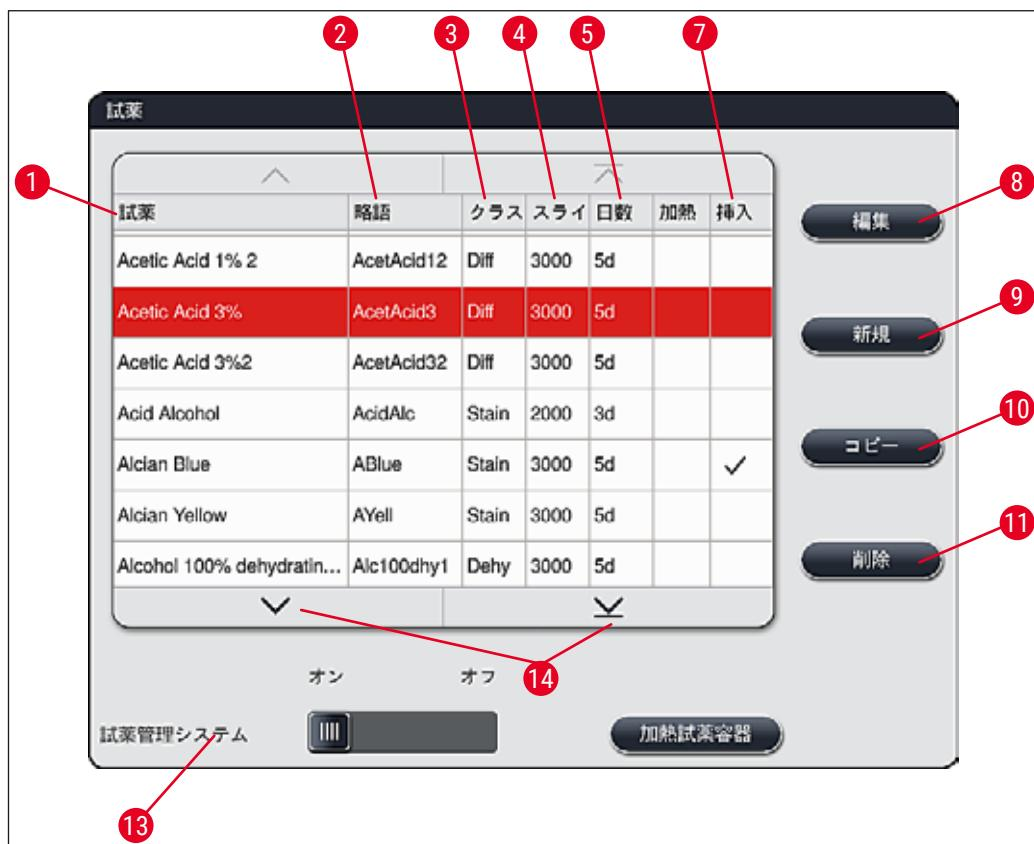

図35
- ・試薬リスト（→「図35」）でコピーする試薬をタッチ（選択）し、「コピー」（→「図35-10」）ボタンを押します。
- 試薬リスト（→「図35」）で変更する試薬をタッチ（選択）し、「編集」ボタン（→「図35-8」）を押します。